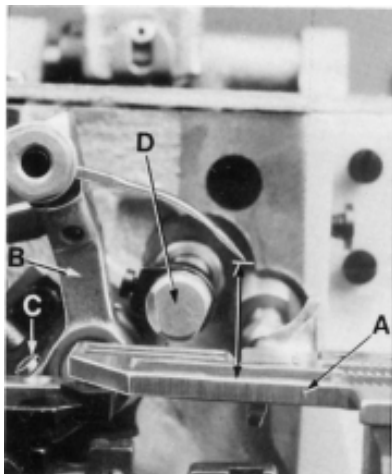

FIG. 3
With throat plate assembled in position, needle should center in the front end of needle slot. When needle is at its highest position, needle point should be set between 17/34" - 35/64" (13.5 - 14mm) above the throat plate (A, Fig. 3). For this adjustment gauge G21227F can be advantageously used. To align the needle or to set the height above the throat plate, move needle driving arm (B, Fig. 3) by loosening clamp screw (C). Remove throat plate.
Bei eingebauter Stichplatte soll die Nadel mittig im vorderen Teil des Stichloches einstecken. Wenn die Nadel in ihrer Höchststellung ist, muß die Nadelspitze zwischen 13.5 bis 14mm über der Stichplatte stehen (A, Fig. 3). Zur Einstellung kann die Nadelhöhen-Einstellehre G21227F verwendet werden. Zum Ausrichten der Nadel oder zum Einstellen der Höhe über der Stichplatte, lösen Sie die Schraube (C, Fig. 3) und verdrehen und/oder verschieben den Nadelhebel (B) entsprechend. Entfernen Sie die Stichplatte.
If resetting is necessary, do it by shifting the upper looper holder (D, Fig. 3) in its shaft to the right or to the left.
Ist ein Nachstellen notwendig, wird es durch Verstellen des Obergreiferhalters (D, Fig. 3) in der Obergreiferache nachrechts oder links vorgenommen.